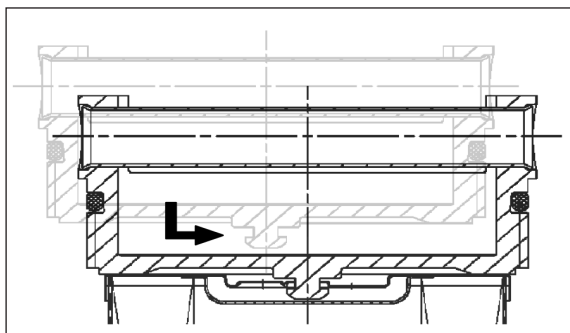

Abb. 7: Anbringen des Deckels am Filterelement
3. Stecken Sie das Filterelement auf den Deckel (siehe Abb. 7).